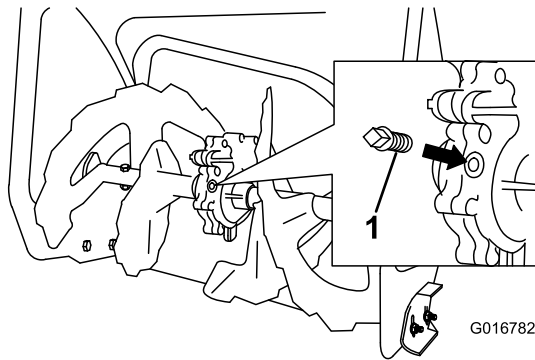

Bild 32
2. Reinigen Sie den Bereich um den Rohrverschluss (**Bild 32**).